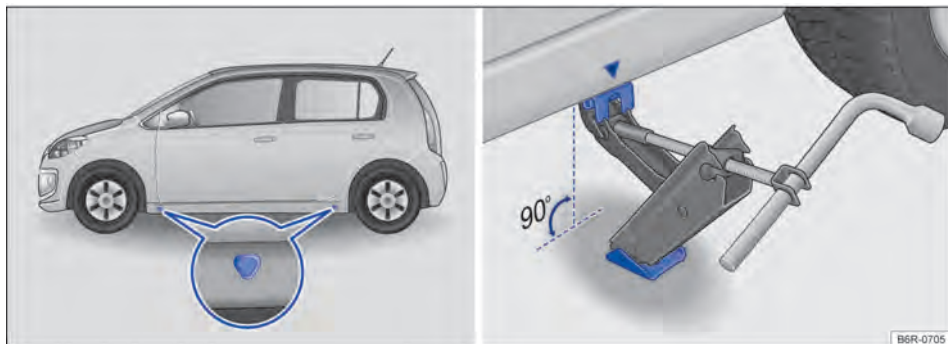

Fig. 137 Pontos de apoio do macaco e macaco posicionado no lado esquerdo traseiro do veículo.
A figura → Fig. 137 ilustra, como exemplo, os pontos de apoio do macaco nos veículos 4 portas. Os veículos 2 portas seguem o mesmo conceito.
O macaco somente pode ser posicionado nos pontos de apoio indicados (marcação na carroceria) → Fig. 137. É válido o ponto de apoio localizado próximo à roda correspondente → ⚠️.
6. Procurar sob o veículo o ponto de apoio do macaco → Fig. 137 mais próximo da roda a ser trocada.
8. Garantir que a base do macaco, com toda sua superfície, esteja sobre o chão e que a base se encontre perpendicularmente abaixo do ponto de colocação → Fig. 137.
9. Alinhar o macaco e, simultaneamente, levantar a garra do macaco até ela se encaixar na travessa debaixo do veículo → Fig. 137.
- Posicionar o macaco somente nos pontos indicados. A garra do macaco deve se encaixar no perfil da longarina de forma segura → Fig. 137.